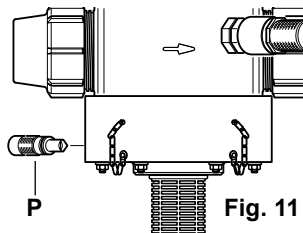

Fig. 11
- Dévisser également la vis de purge (Fig. 11-P), la retirer et laisser couler l'eau.